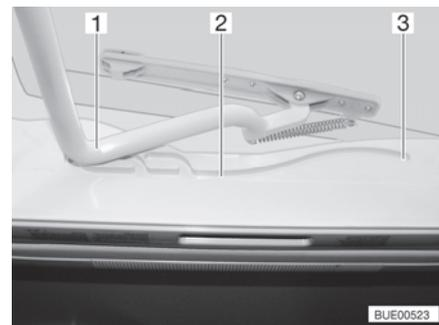

Fig. 21 Glissière (lanterneau Heki)
- Tirer l'étrier (Fig. 21,1) dans les glissières (Fig. 21,2) jusque dans la position la plus reculée (Fig. 21,3).
- Pousser l'étrier (Fig. 21,1) légèrement vers le haut avec les deux mains.
- Tirer l'étrier dans les glissières (Fig. 21,2) jusqu'à la position souhaitée.